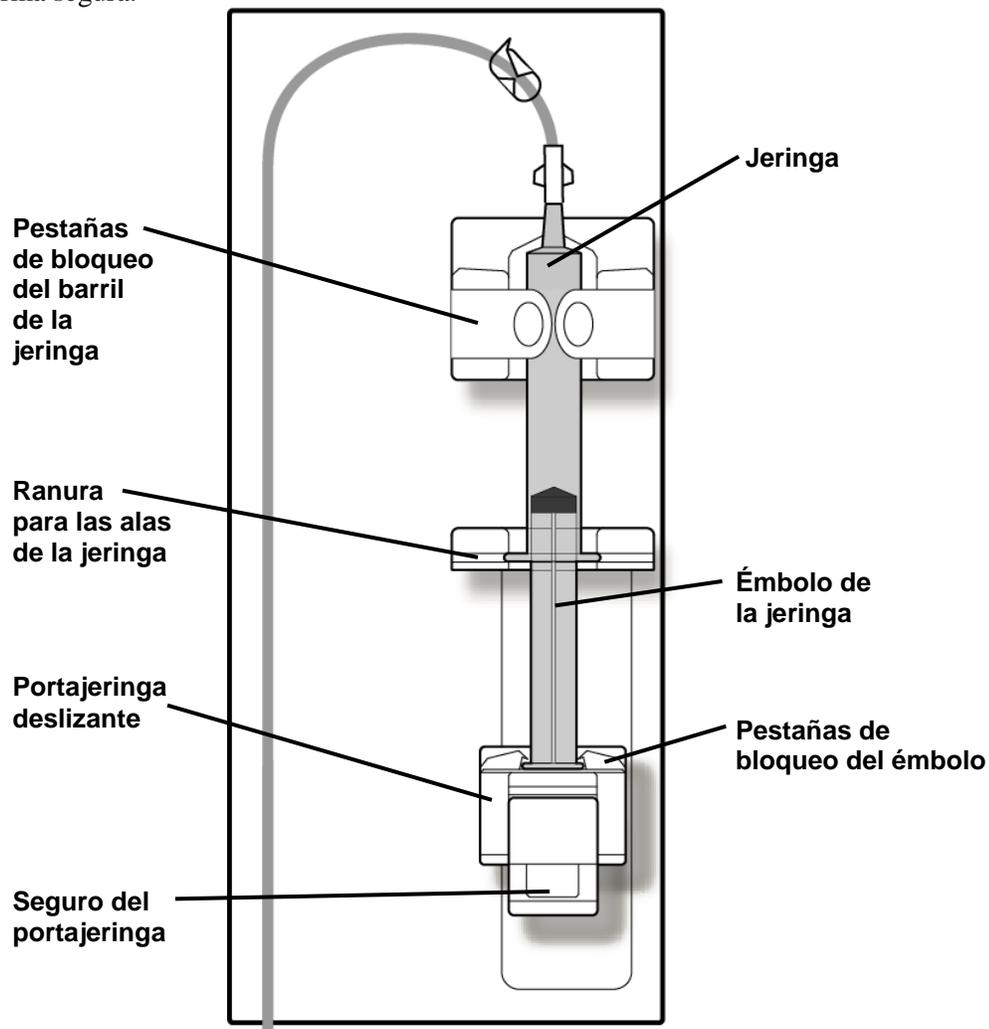

Figura 42 – Módulo de la bomba de heparina de 2008K² con la jeringa cargada y conectada
6. Tire de una de las pestañas de bloqueo y coloque el barril de la jeringa en su lugar. Deslice las alas del barril de la jeringa en la ranura de las alas en el módulo de la bomba. Con el barril en su lugar, suelte la pestaña de bloqueo del barril (vea Figura 42).